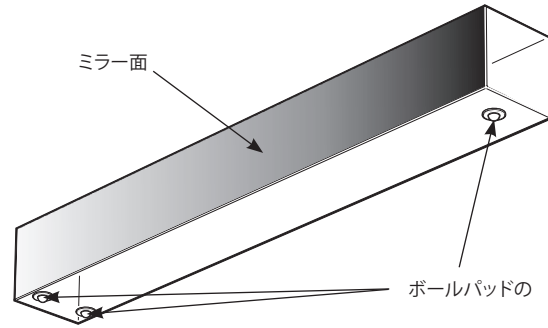

図 3: ボールパッド付きのミラー
- 2 つのミラーマウントの上にスティックミラーを配置し、ミラーの下ボールパッドがミラーマウントの定位置にはまるようにします (図 3 と 4 参照)。注意: ボールパッドのうち、2 つは調整式ミラーマウント側にあり、1 つは固定式ミラーマウント側にあります。